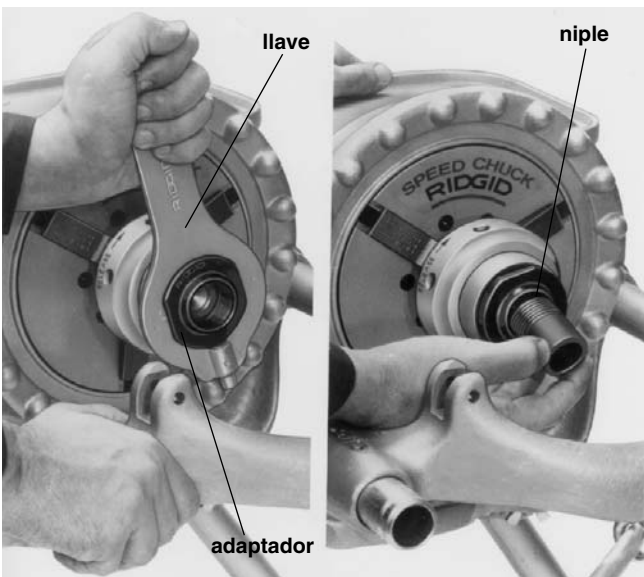

Figura 24 – Instalación del adaptador para el portaherramientas niplero y el niple
5. Seleccione el adaptador para el portaherramientas niplero del tamaño adecuado y atorníllelo a mano en el portaherramientas niplero (Figura 24). Apriételo con la llave provista con el portaherramientas niplero.
6. A mano atornille el niple que fue roscado en un extremo (Figura 24) en el adaptador. Gire el interruptor direccional a la posición de ON (encendido) y oprima el interruptor de pie. Escarie y rosque el otro extremo.